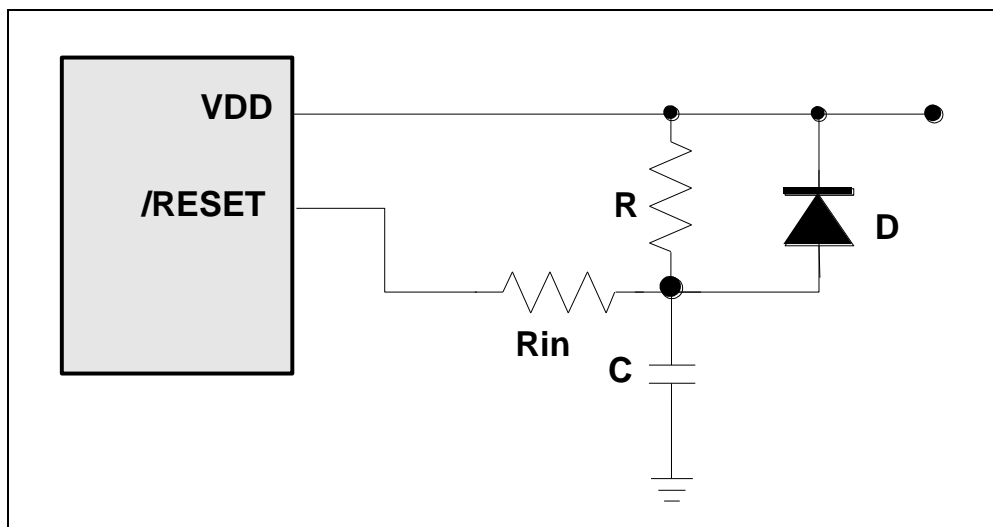

图6-12 外部上电复位电路
图 6-12 电路给出了由外部 RC 提供复位脉冲的外部电路。脉冲宽度 (时间常数) 应保持足够长的时间使 VDD 达到最小工作电压。这个电路应用在电源电压上升时间比较慢的情况。因为 /RESET 引脚上的驱动电流大约  $\pm 5\mu\text{A}$ ，所以建议 R 值不应大于 40K。这种方法使复位引脚上的电压低于 0.2V。二极管 (D) 在掉电时作为短路回路，将电容 C 迅速放电，限流电阻 Rin 防止大电流或 ESD 进入复位引脚。